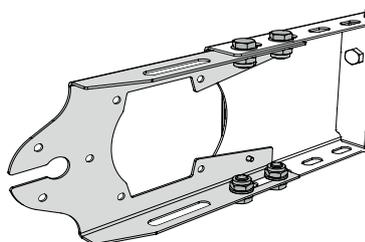

Abbildung 48. Halterung für Hauptschalter an der CD 20 montiert.
4. Soll die Ladebordwand mit einem Hauptschalter und/oder Handantrieb CD 18 ausgestattet werden, die zugehörige Befestigungsplatte neben CD 20 montieren, siehe Abbildung 48.